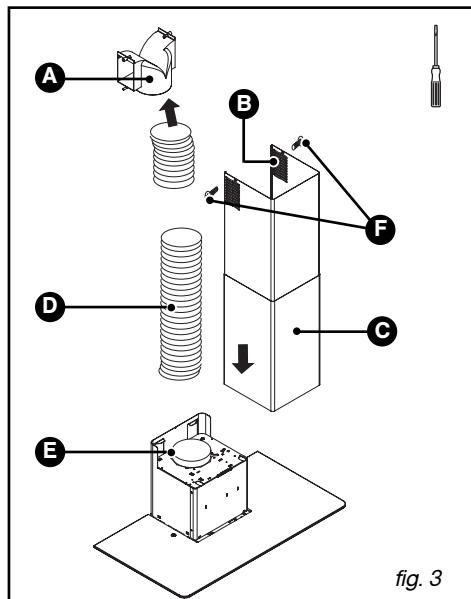

fig. 3
- Si el diámetro del conducto tiene 125 mm, utilice el adaptador que se suministra (fig. 3). Si su conducto tiene menos de 125 mm, es obligatorio que conecte la campana en modo reciclaje.
- Encue un extremo del conducto en el deflector y el otro extremo en la salida motor (fig. 3).
- Prepare la chimenea teniendo cuidado de colocar las aberturas hacia abajo para que estén visibles (B/fig. 3).
- Fije la parte superior de la chimenea (C/fig. 3) en el deflector de humo (A/fig. 3) con los dos tornillos (F/fig. 3).